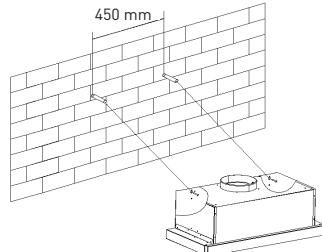

Figura 4
- Taladre 2 orificios de Ø8 mm en un lugar adecuado, asegurándose de que estén centrados con respecto al orificio de evacuación de humos situado en la parte posterior de la campana extractora. (Dichos dos orificios deberán estar alineados entre sí en el plano horizontal) (Figura 4)